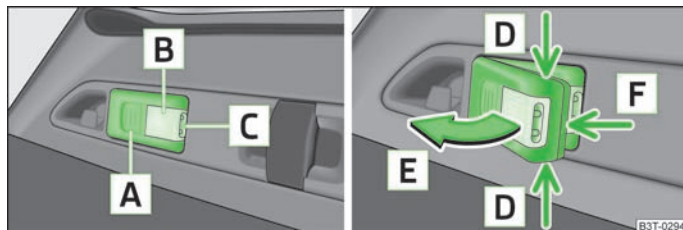

Fig. 44 Lampe amovible
- Eclairage du coffre à bagages - la partie **B** » fig. 44 s'allume (lampe repose sur le support),
- Attrapez la lampe au niveau des flèches **D** » fig. 44 et faites-la sortir en la faisant basculer dans le sens de la flèche **E**.
- Si vous n'éteignez pas la lampe et que celle-ci est correctement insérée dans son support, les ampoules dans la partie avant **C** ➤ fig. 44 de la lampe s'éteignent automatiquement.
- Soulevez le couvercle du compartiment des piles en faisant levier avec un objet mince et pointu sur le clip d'arrêt **F** ➤ fig. 44.